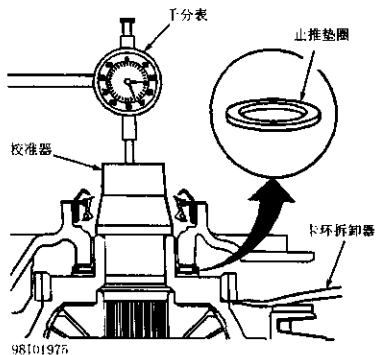

图 2-63 检查前差速器行星架轴向间隙
2) 使外壳体朝上放置变速驱动桥。安装校准器(J-26958)和千分表(图 2-63)。将千分表调零。使用卡环拆卸器(J-28585)或大一字旋具提起前差速器行星架。通过外壳体的传感器孔撬起车速传感器的变磁阻转子轮。